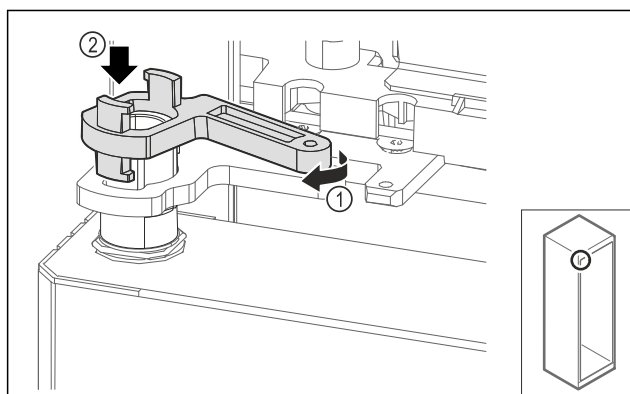

Fig. 65
- Girar ligeramente el bloqueo del soporte de cojinetes Fig. 65 (1) y colocarlo sobre el manguito Fig. 65 (2).